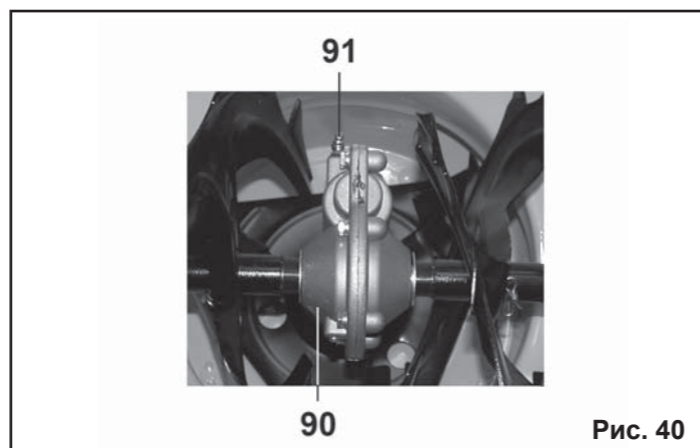

Рис. 40
9.15. Обслуживание редуктора (Рис.40)